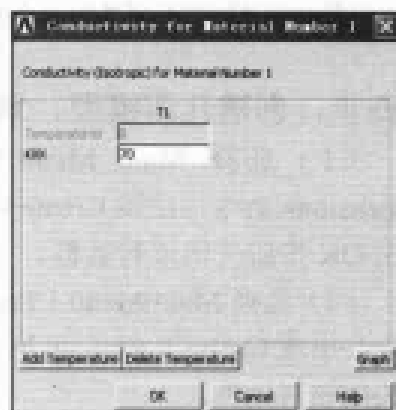

图 10-5 输入导热系数对话框
(2) 在 Material Models Available 列表框中依次双击 Thermal、Conductivity、Isotropic 选项, 出现 Conductivity for Material Number 1 对话框, 在文本框中输入钢的导热系数 70, 如图 10-5 所示, 单击 OK 按钮关闭该对话框。